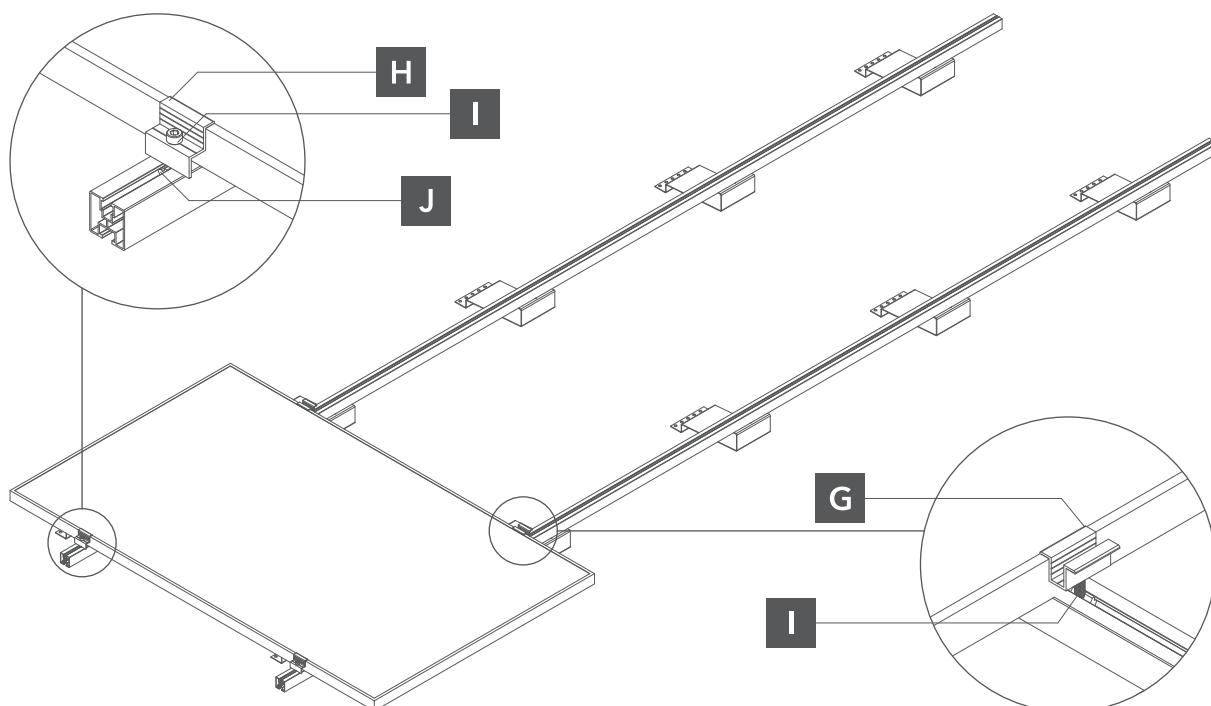

Abb. 7. Befestigung des Moduls an der Montageschiene.
- 6** Auf den Montageschienen legen wir den ersten äußeren Photovoltaik-Modul und befestigen die End-Klemmen, indem wir sie mit Imbus-Schrauben M8 und Nutenstein M8 befestigen. Dann montieren wir die mittleren Klemmen, ohne sie zu befestigen. Nachdem die nächsten Module installiert wurden, können die mittleren Klemmen befestigt werden. Dieser Vorgang sollte wiederholt werden, bis alle Module in einer Reihe montiert sind (Abb. 7).